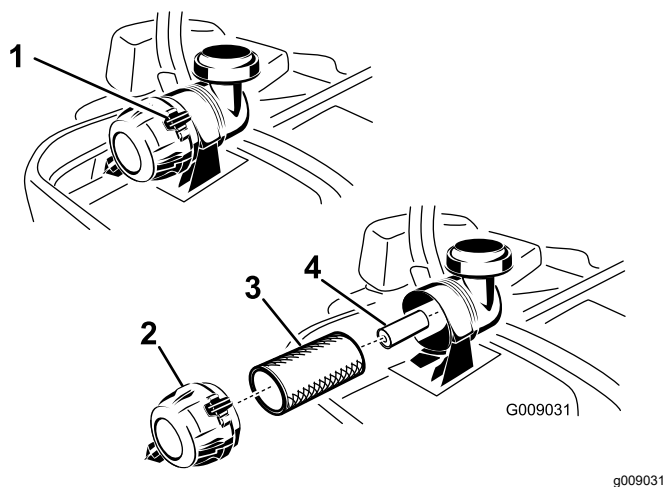

Figure 66
3. Ouvrez les attaches du filtre à air et détachez le couvercle du boîtier du filtre (Figure 66).
5. Sortez le préfiltre du boîtier du filtre avec précaution (Figure 66).
2. Si vous remplacez l'élément intérieur, insérez-le avec précaution dans le boîtier du filtre (Figure 66).
3. Placez ensuite le préfiltre sur l'élément de sécurité avec le même soin (Figure 66).
4. Montez le couvercle, reniflard en bas, et tournez-le pour que les attaches verrouillent le couvercle en place (Figure 66).